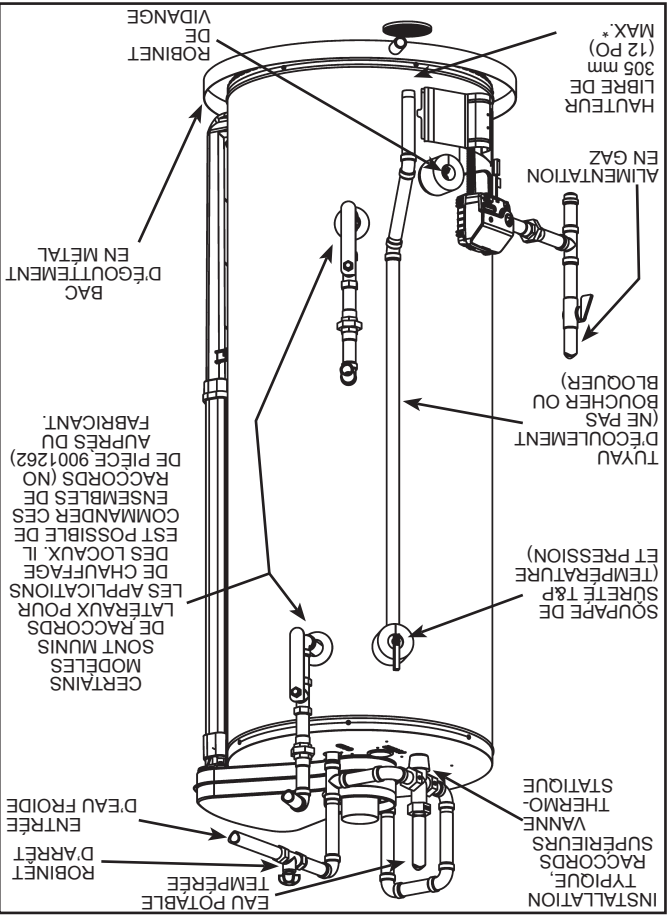
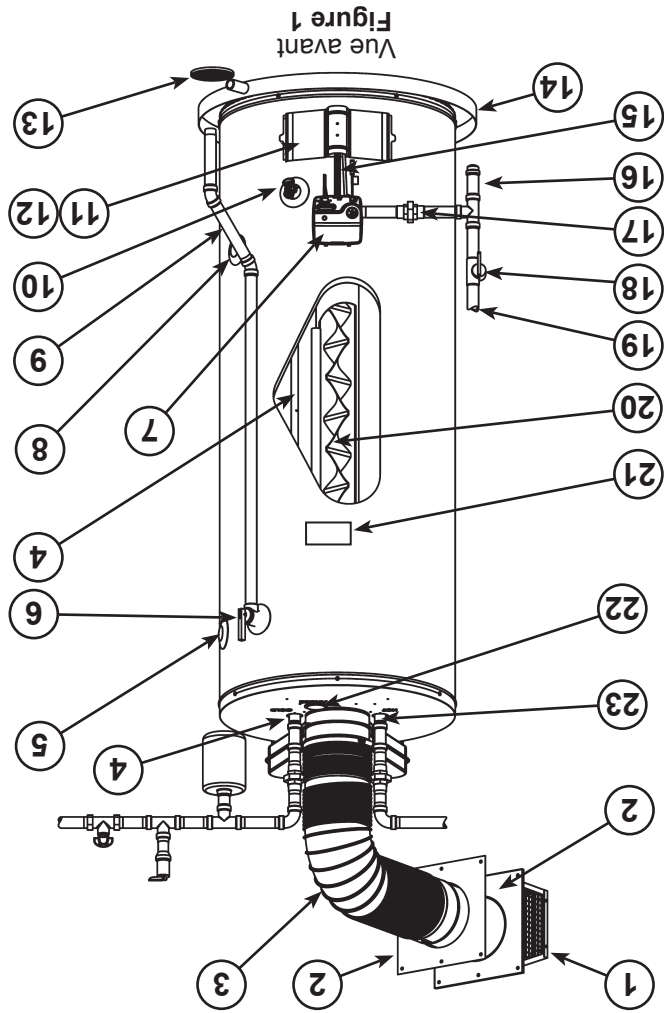

Figure 8
Figure 1
Certaines personnes sont plus susceptibles que d'autres de subir des blessures permanentes par ébouillantage. C'est le cas des personnes âgées, des enfants et des personnes handicapées physiquement ou mentalement. Table 1 Le "U.S. Government Memorandum, 1978" présente la durée de contact provoquant une brûlure sur la peau d'un adulte. Si certains des utilisateurs de l'eau chaude produite par ce chauffe-eau font partie de ces groupes, ou s'il existe un code local ou provincial prescrivant une limitation de la température aux points d'utilisation, vous devez prendre un certain nombre de précautions (voir Figure 8).
En plus de régler l'appareil à la plus faible valeur permettant de satisfaire vos besoins en eau chaude, vous pourriez installer une vanne thermostatique directement à la sortie du chauffe-eau (voir Figure 8) ou des robinets thermostatiques aux points d'utilisation. Les robinets et vannes thermostatiques sont vendus dans la plupart des plomberies et quincailleries. Consultez un installateur qualifié ou un centre de service. Suivez les directives d'installation du fabricant du robinet ou de la vanne thermostatique. Avant de modifier les réglages d'usine du thermostat, veuillez lire la section "Utilisation du système de commande de la température" du présent manuel.
À la livraison, les raccords latéraux des modèles pour le chauffage combiné sont **OUVERTS** (items 5 et 8, dans Figure 1 et voir aussi Figure 8). S'il est prévu que ces raccords latéraux resteront inutilisés, veuillez les **BOUCHER** avec les deux bouchons fournis avec le chauffe-eau.
Ce dispositif, intégré à la commande du gaz/thermostat (voir Figure 1, item 7), a pour fonction de limiter la température de l'eau dans le réservoir. En cas de surchauffe de l'eau, ce dispositif de sécurité coupe l'alimentation en carburant du brûleur.